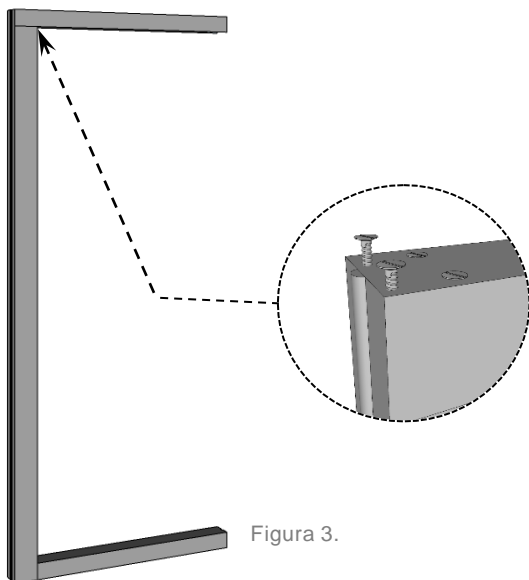

Figura 3.
- 6 Una vez encajadas los 3 rieles como se evidencian en la figura 3, proceda a atornillar el rodamiento de la cara superior.